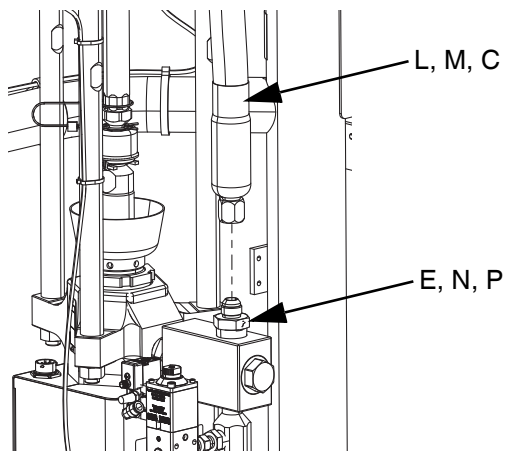

FIG. 18
4. Enkelt iQ tryckmatarsystem: Anslut matningsslang 1 (C) på tryckmatarsystemkopplingen till matningsslang 1 (E), såsom visas i FIG. 1 och FIG. 18.
- Anslut tandemslang 1 (L) på tryckmatarsystem 1-kopplingen till tandemslang 1 (N), såsom visas i FIG. 2 och FIG. 18.
- Anslut tandemslang 2 (M) på tryckmatarsystem 2-kopplingen till tandemslang 2 (P), såsom visas i FIG. 2 och FIG. 18.